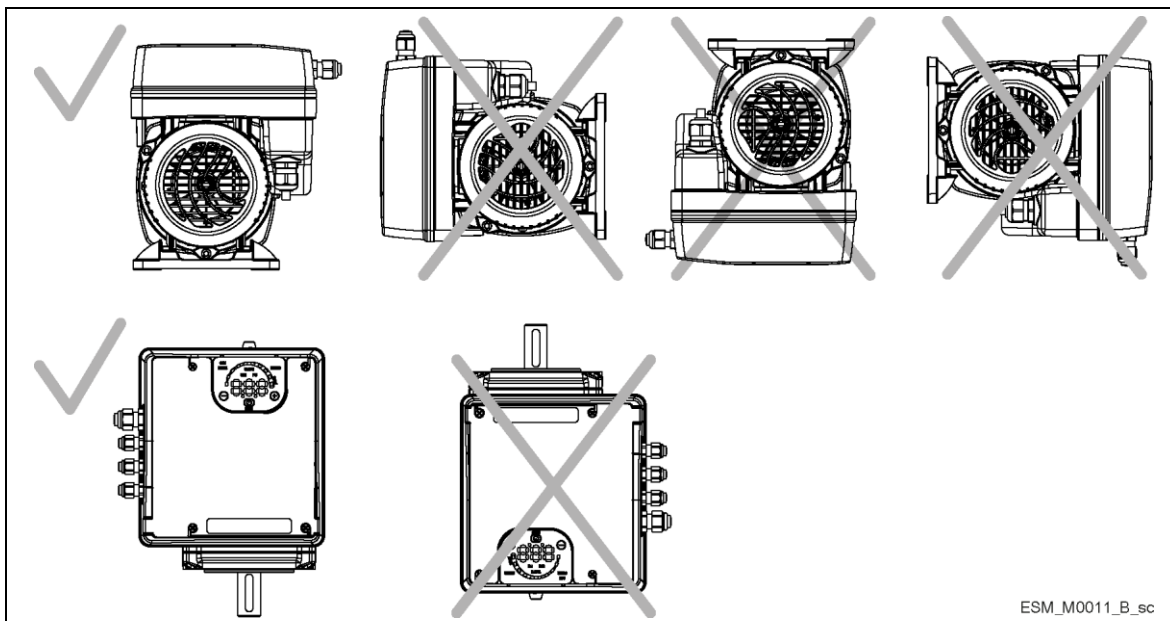

Figura 7: Posizioni consentite
- Posizionare l'unità come in Figura 7